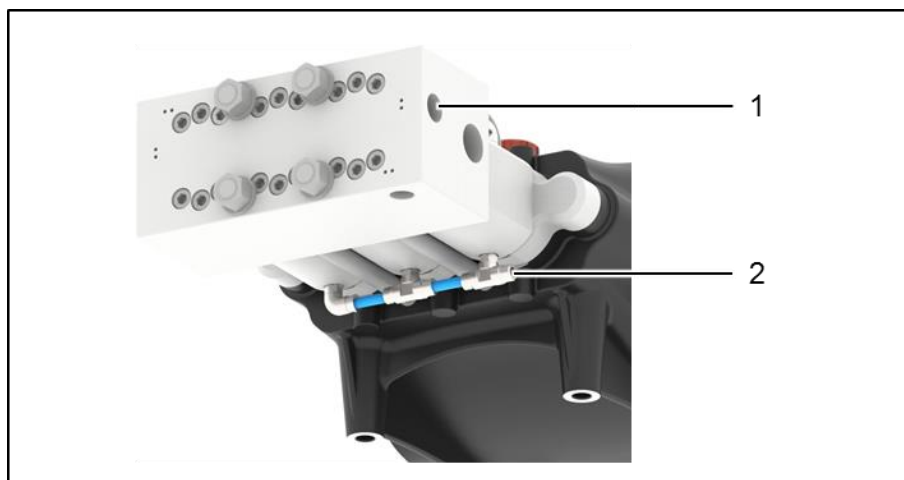

Figura 19: Svuotamento della pompa
3. Controllare tutti i fissaggi dei cilindri con max. 1/8 di giro a croce come da sequenza di serraggio Figura 19: Ordine di serraggio dei collegamenti a vite.
3. Controllare tutti i fissaggi delle pompe con max. 1/8 di giro a croce come da sequenza di serraggio Figura 19: Ordine di serraggio dei collegamenti a vite.
5. Per svuotare l'acqua dalla barra di pressione iniziale, rimuovere il tappo a vite (Figura 19: Posizione 1).
7. Staccare tutte le tubazioni di ritorno (della valvola di troppopieno, del sistema dell'acqua di tenuta (Figura 19: Posizione 2) e lasciare che i tubi flessibili / rigidi si svuotino completamente.
8. Rimontare il tappo a vite (Figura 19: Posizione 1) situato nella barra di pressione iniziale.
13. Montare tutte le tubazioni di ritorno (della valvola di troppopieno, del sistema dell'acqua di tenuta (Figura 19: Posizione 2)) fissandole negli appositi punti.